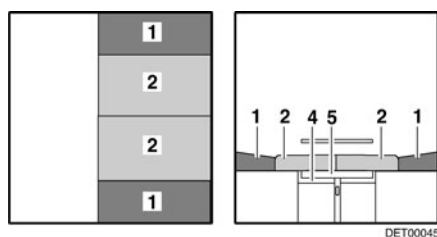

Fig. 97 Après la transformation
- Tirer les coussins d'assise (Fig. 97,2) vers le centre.
- Placer les coussins de dossier (Fig. 97,1) entre les coussins d'assise et la cloison.
- ▷ Suivant le modèle, il faut installer un coussin supplémentaire à la place du second coussin de dossier (Fig. 97,1).